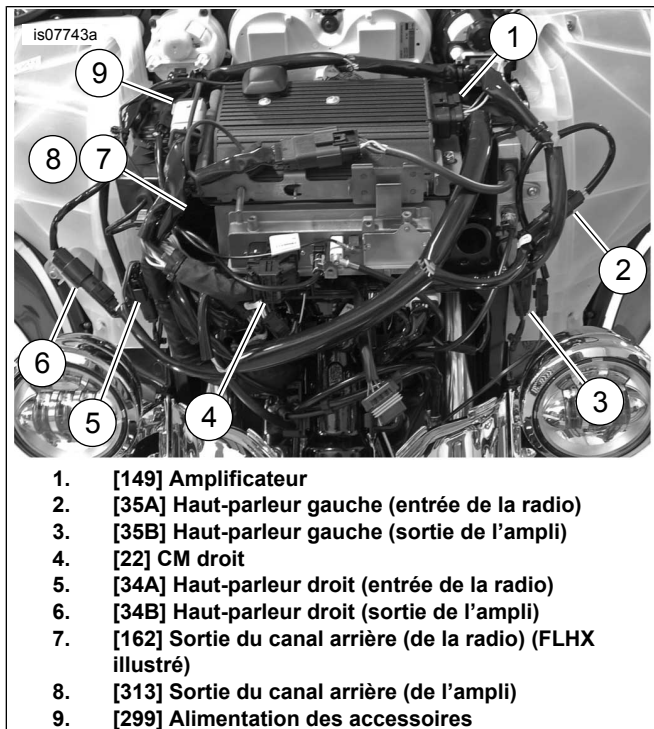

Figure 8. Connexions de faisceau
- Consultez Figure 8 . Positionnez le faisceau comme illustré et branchez les connecteurs. Les connexions de [162] et [313] sont détaillées dans les notes suivantes.
- Si cet amplificateur est utilisé avec un amplificateur secondaire pour activer six ou huit haut-parleurs, consultez les détails de connexion de [162] et [313] dans Tableau 1 , Tableau 2 et le kit 76000280. FLHX(S) [162] (F) une sortie à 4 voies Molex du canal arrière de la radio. Utilisée pour la sortie du haut-parleur sans ampli. Consultez Figure 8 . N'est pas utilisé avec l'ampli primaire, utilisé pour l'ENTRÉE de l'ampli secondaire. Consultez Figure 10. FLHTC/FLHTK/TRIKE [162] (R) une sortie à 16 voies Molex du canal arrière de la radio. Contient tout le câblage de la nacelle de haut-parleur arrière. Installez 69200714 pour l'utiliser avec les amplificateurs (consultez l'étape 7). Carénage d'ampli [313] une sortie à 4 voies Molex du canal arrière de l'amplificateur primaire, peut être utilisée pour les haut-parleurs de sacoches, les nacelles arrière ou les bas de carénage. Réservez pour les bas de carénage lorsqu'il est utilisé sur la configuration de six ou huit haut-parleurs.